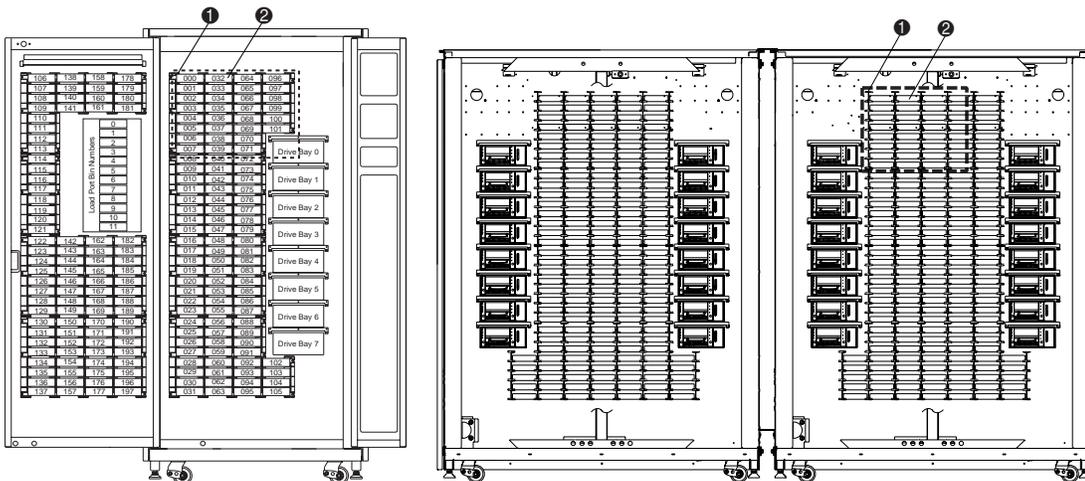

Figura 2-6. Posizioni dei vani
1. Rimuovere le 32 cartucce a nastro e i quattro moduli ripiani dei vani dalla libreria di nastri destra, come illustrato in Figura 2-6. Mettere da parte i componenti per reinstallarli successivamente.